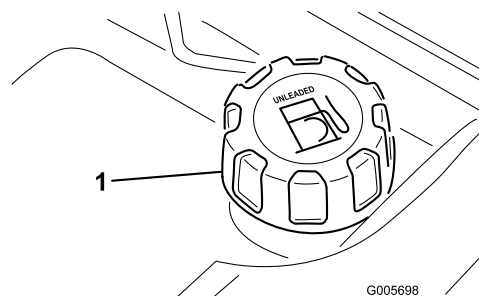

Figura 28
1. Incline o banco para a frente e fixe-o com a barra de suporte de modo a evitar qualquer queda accidental. Utilize um pano limpo para limpar a zona em redor da tampa do depósito de combustível (Figura 28).